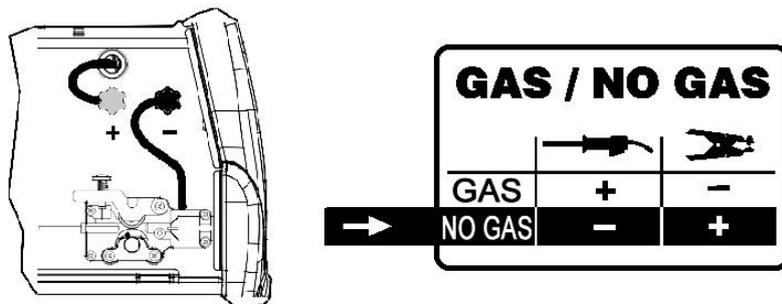

Рис. 7
- Соедините кабель горелки, поступающий от устройства подачи проволоки с отрицательной клеммой (-) черного цвета (См. Рис. 7).